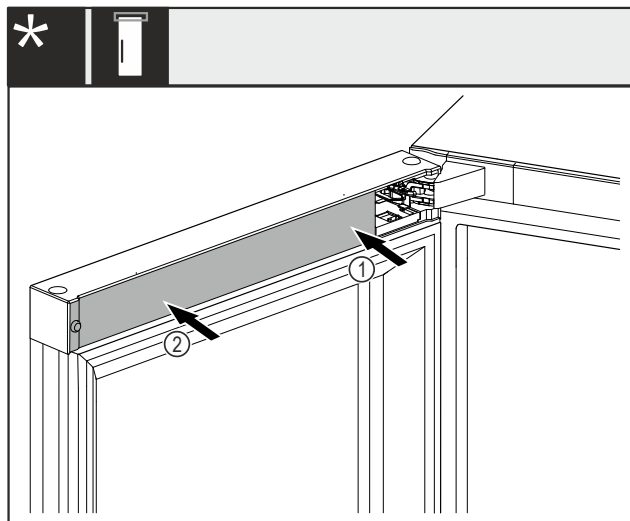

Fig. 49 \*
- ▶ Założyć osłonę Fig. 49 (1) najpierw po stronie płytki zawiasu i zatrzasknąć.\*
- ▶ Założyć osłonę Fig. 49 (2) od zewnątrz i zazębić.\*